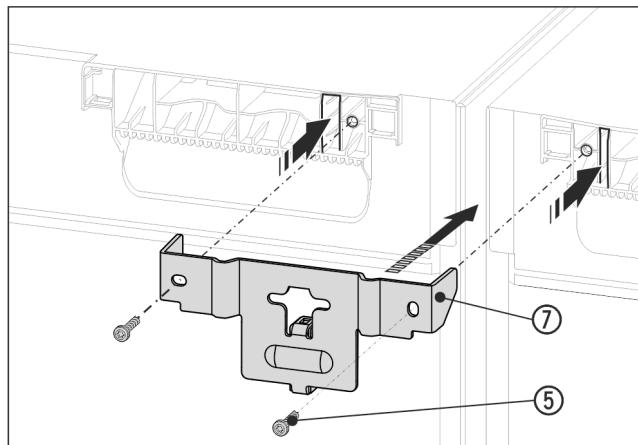

Fig. 15 Primjerni prikaz
- ▶ Gurnite kutnik Fig. 15 (7) s razmačnim elementom između uređaja i s jezičcima u strop uređaja. Pričvrstite s 2 vijka Fig. 15 (5).